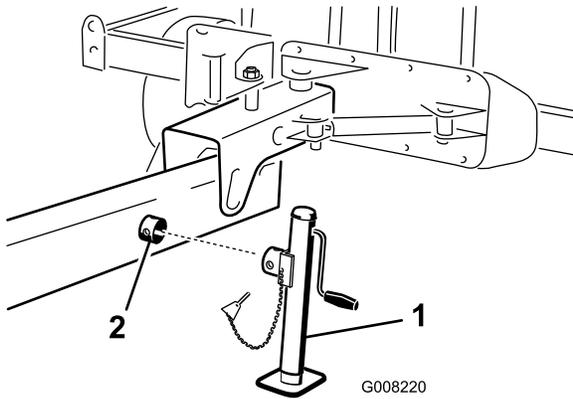

Bild 10
1. Schieben Sie den Achsständer an der Seite der Anbauvorrichtung auf das Achsständerrohr (Bild 10).
2. Drehen Sie den Achsständer, um die Löcher auszufluchten und befestigen Sie ihn mit dem Klapstecker (Bild 10).